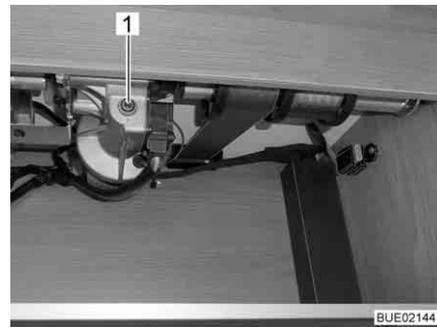

Bild 135 Zugang zum Antrieb
- Beiliegende Kurbel oder Innensechskantschlüssel in die Aufnahme am Motor (Bild 135,1) stecken.